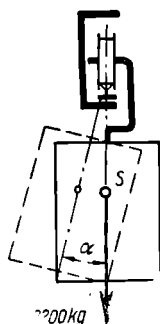

Bild 49
70. Der Wagen einer Schwebbahn von 3200 kg hängt frei an der obenliegenden Fahrschiene (Bild 49). a) Wie groß ist die Fliehkraft des Wagens, wenn er eine Kurve von 50 m Krümmungshalbmesser mit einer Geschwindigkeit 40 km/h durchfährt? b) Unter welchem Winkel α gegen die Lotrechte stellt sich dabei die Wagenachse ein? c) Welche resultierende Belastung erhält die Fahrschiene? d) Wie ändert sich der Ausschlagwinkel mit dem Wagengewicht?